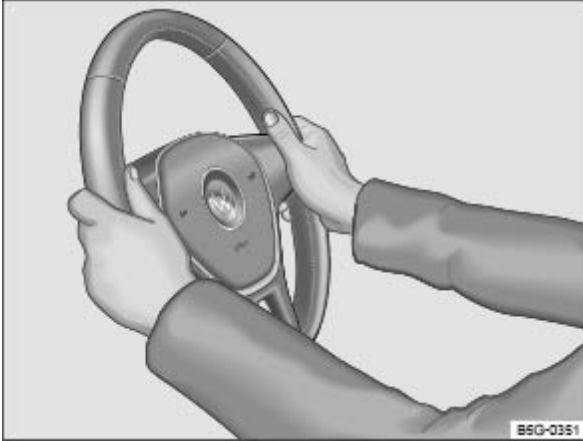

Fig. 57 Sur le volant : positions 9 h et 3 h
- Réglez le volant de direction de manière à pouvoir le tenir en plaçant vos deux mains à la périphérie en positions 9 h et 3 h → Fig. 57 avec les bras légèrement pliés.
- Lorsque vous conduisez, tenez toujours le volant en plaçant vos deux mains à la périphérie en positions 9 h et 3 h → Fig. 57 afin de réduire tout risque de blessures en cas de déclenchement du sac gonflable du conducteur.